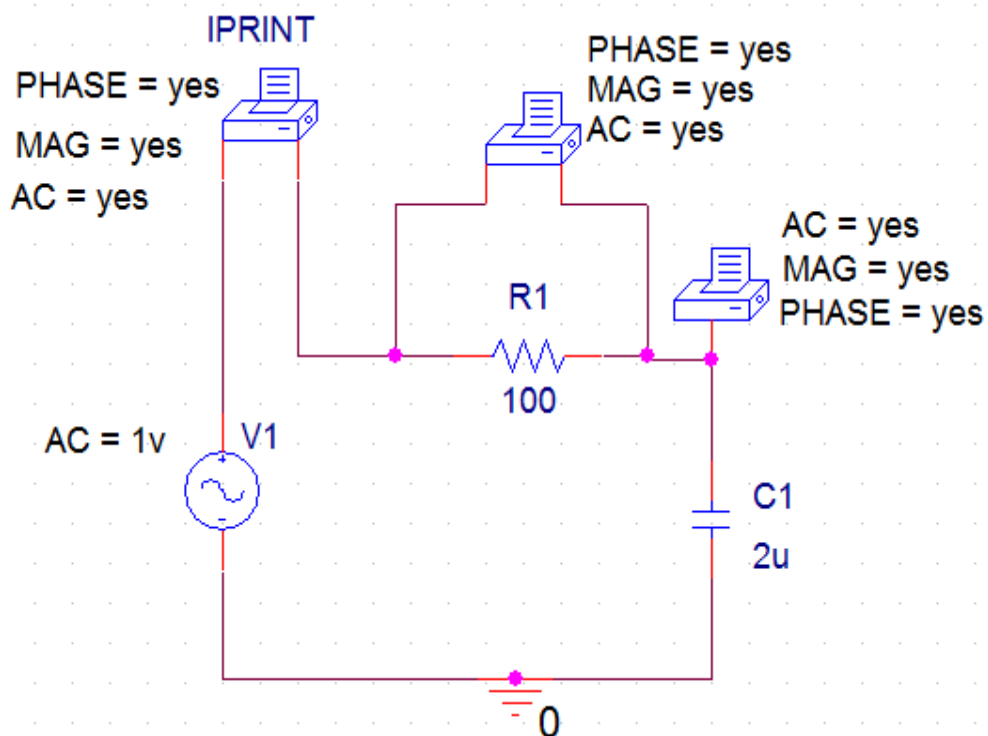

Рисунок 3.10 – Схема послідовного з'єднання резистора і конденсатора з індикаторами попередніх налаштувань для обчислення струму і напруг
14. Тепер додайте до схеми символ *VPRINT2* для вимірювання напруги на резисторі, а також символ *IPRINT* для вимірювання струму (рис. 3.10).
15. Виконайте необхідні налаштування атрибутів для символів *VPRINT2* і *IPRINT* згідно із зразком на рис. 3.10.